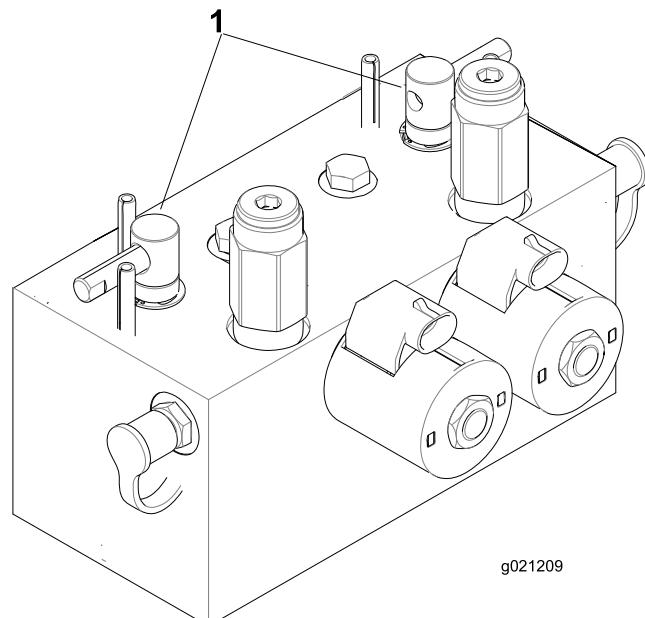

Рисунок 93
2. Разблокируйте и поднимите сиденье для доступа к рычагам обратного вращения (Рисунок 93).
5. Выберите передний, задний или оба рычага обратного вращения, чтобы определить, заточку каких режущих блоков необходимо произвести (Рисунок 93).